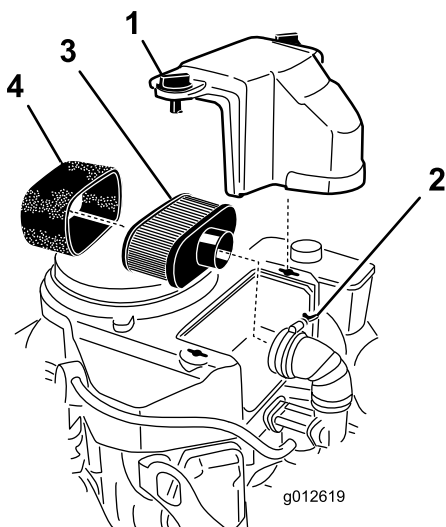

図 46
3. エアクリーナを外したときエンジン内部に異物が入らないよう、周辺をきれいに拭く(図 46)。
4. エアクリーナのカバーのノブのねじをゆるめてカバーを外す 図 46。
5. エアクリーナのホースクランプをゆるめてエアクリーナアセンブリを外す 図 46。
6. ペーパーエレメントからスポンジエレメントを注意深く取り外す (図 46)。
1. ペーパーエレメントを軽くたたいて、たまっているほこりを落とす。汚れがひどい場合には、新しいペーパーエレメントに交換する 図 46。
1. ペーパーエレメントに、注意深くスポンジエレメントを取り付ける 図 46。
2. エアクリーナのベースまたはホースにエアクリーナアセンブリを取り付けて固定する 図 46。
3. エアクリーナのカバーを取り付け、ノブを締め付けて固定する 図 46。